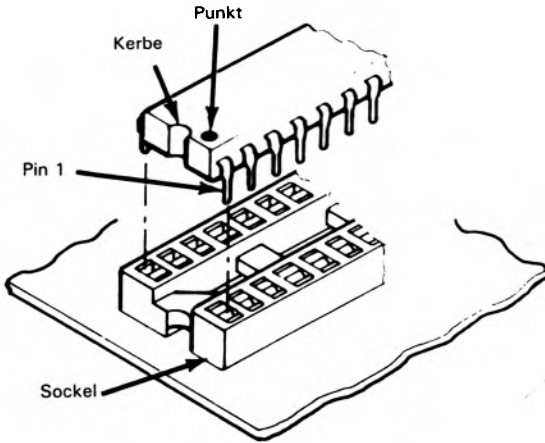

Abbildung 2-1
2. Beachten Sie, daß der Chip in richtiger Lage eingebaut werden muß, d.h. Pin 1 muß sich an dem Ende des Sockels befinden, an dem die Einkerbung ist, siehe Abbildung 2-1.